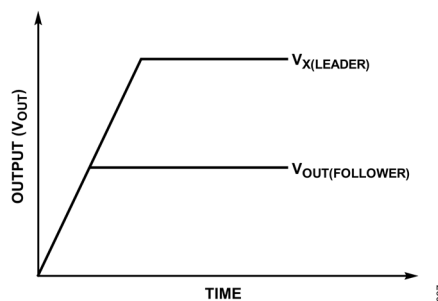
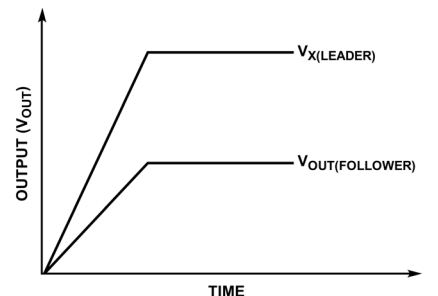
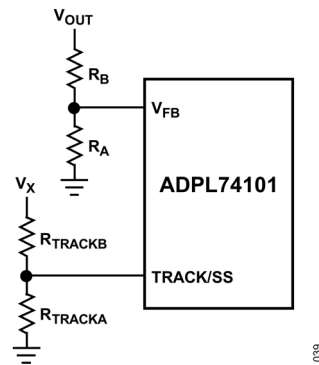

図 37. 同時トラッキング
図 38. 比例トラッキング
図 39. TRACK/SS ピンをトラッキングに使用
または、図 37 および図 38 に定性的に示すように、TRACK/SS ピンを使用して、起動時に別の電源に追従させることもできます。別の電源に追従させるには、図 39 に示すように、リーダ電源 (VX) からフォロワ電源 (VOUT) の TRACK/SS ピンに抵抗分圧器を接続します。起動中、VOUT は、式 19 に示す抵抗分圧器によって設定された比率に従って VX に追従します。